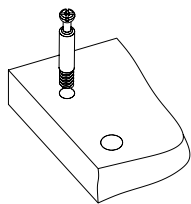

Рис.2
2. Вкрутить шпильки минификсов в соответствующие плоскостные отверстия столешницы 1 (Рис. 2).